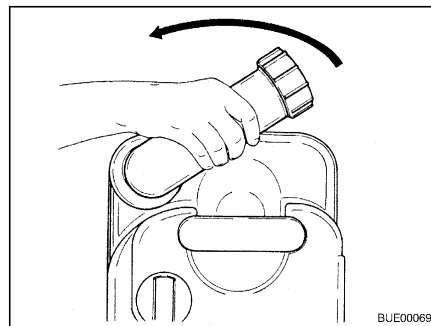

Bild 189 Entleerungsstutzen drehen
- Entleerungsstutzen nach oben drehen (Bild 189).